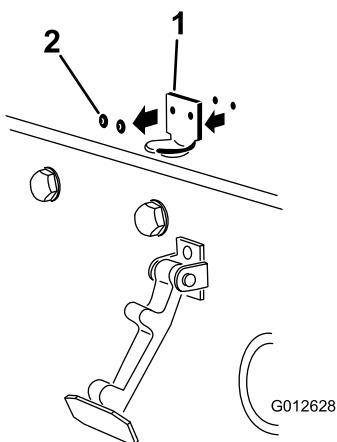

Figura 7
- Retire los 2 remaches que sujetan el cerradero del capó al capó (Figura 7). Retire el cerradero del capó.